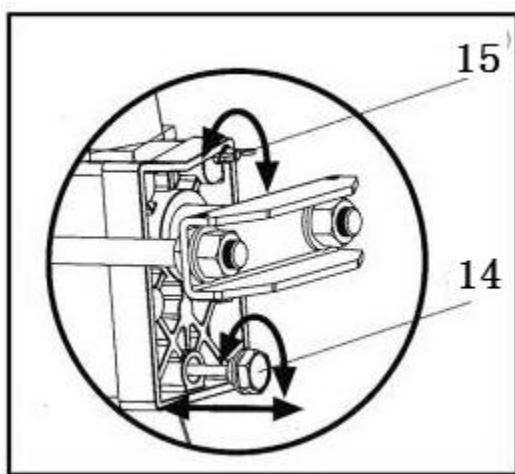

Imagen 7
Antes de começar a utilizar o rachador de lenha, é necessário soltar o parafuso de purga (15) (Imagen 7) com algumas voltas até o ar conseguir entrar e sair suavemente do depósito de óleo.
2. Desaparafuse o parafuso (14) (Imagen 7) de substituição do óleo (com indicador de nível) e remova o mesmo.